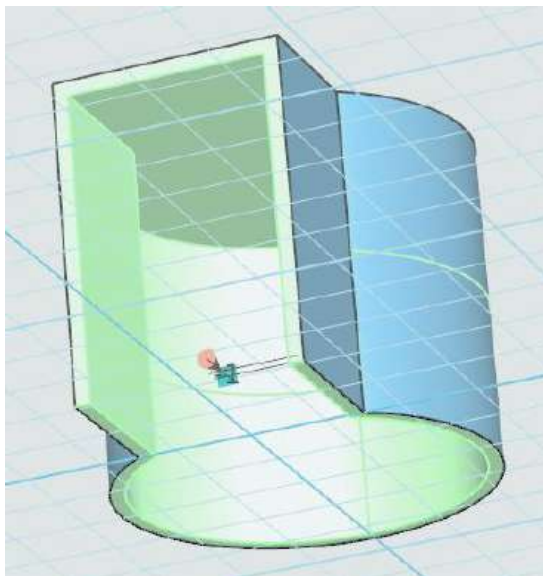
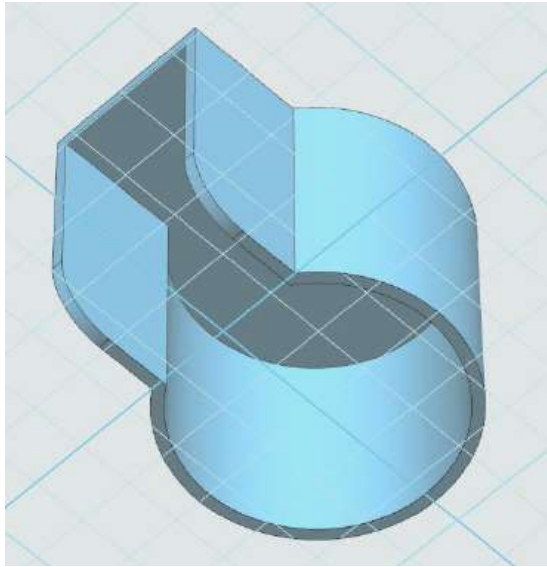

图 7-5
图 7-6
3.点击特殊功能选择抽壳命令。选择两侧面，如图 7-5 所示。完成后如图 7-6 所示。